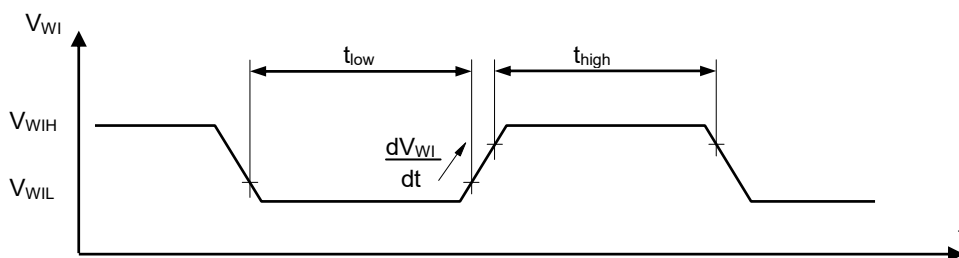

図4
- *2. 図4の条件を満たす立ち上がりエッジをWI端子に入力した場合、ウォッチドッグタイマはトリガを検出します。ウォッチドッグタイマの監視対象から入力される信号は、図4の条件を満たすようにしてください。